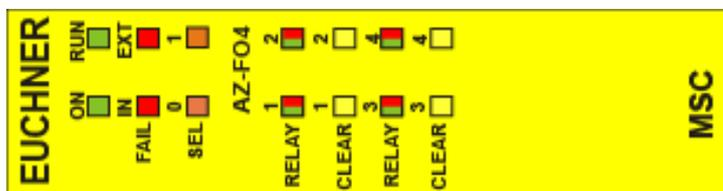

Figura 22:
8.3.10. Módulo AZ-FO4 (Figura 22)